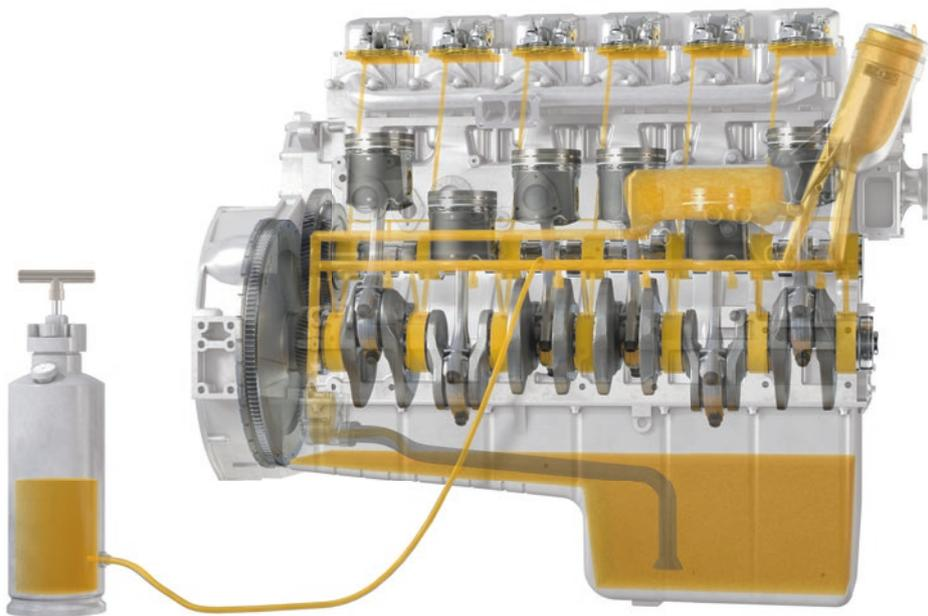

图 1:
1. 借助压力罐把发动机规定用油经油压系统的螺栓接头泵送至发动机(图 1 与图 2)。由发动机制造商指定的油道螺丝堵或机油压力开关连接口均可作为连接点。